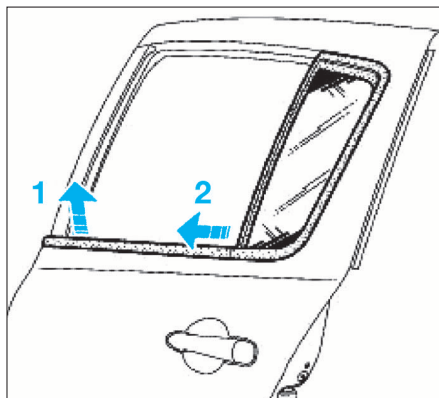

FIG. 90
- Déposer l'ensemble "lècheur extérieur - vitre fixe de porte arrière" (flèches (1) puis (2)) (Fig.90).